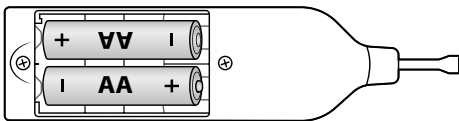

Fig. 1
- ◆ Ouvrez le compartiment à piles ④ au dos du dispositif fondeur de cire ①.
- ◆ Introduisez les piles, comme indiqué dans le compartiment à piles ④, dans le dispositif fondeur de cire ① (voir *fig. 1*).
- ◆ Refermez ensuite le compartiment à piles ④.